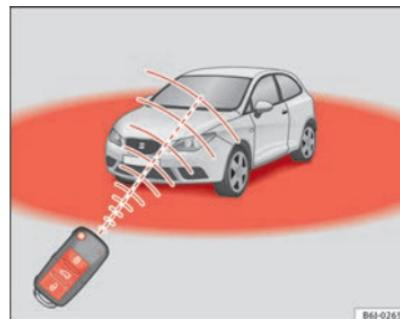

Fig. 46 Périmètre d'action de la radiocommande
- La radiocommande fonctionne uniquement lorsque vous vous trouvez dans son périmètre d'action → fig. 46.